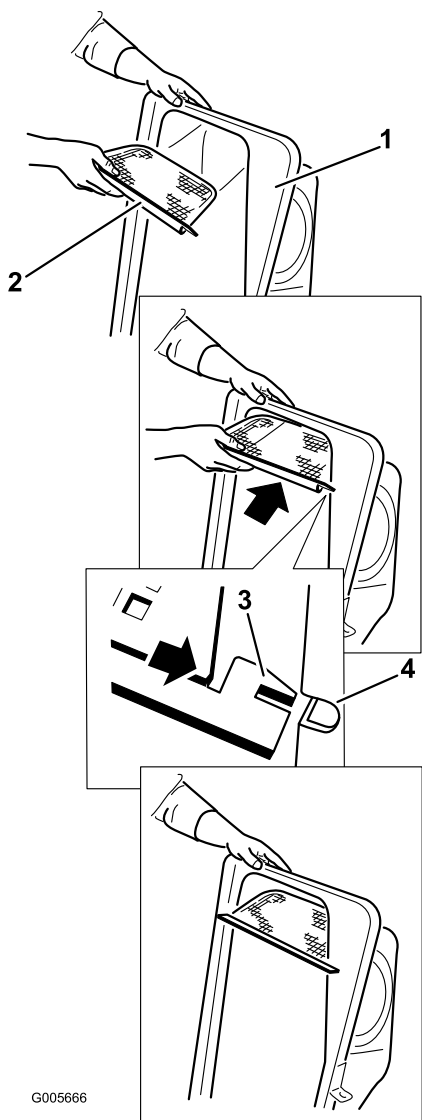

Figura 13
2. Instale la rejilla como se muestra en la Figura 13, de manera que quede inclinada hacia abajo, hacia las bolsas de recortes.